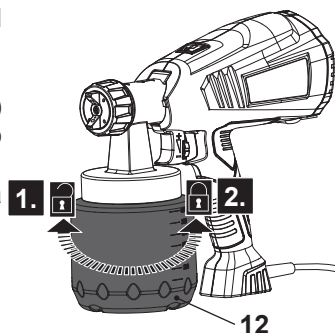

Fig. 1.
- > Desenrosque el recipiente de pintura (12) del soporte del recipiente de pintura (8) (Fig. 1, paso 1).
- > Vierta la pintura en el recipiente de pintura (12) hasta la línea de marcado de 800 ml como máximo.
- > Vuelva a colocar el recipiente de pintura (12) en la tapa de la pistola y ajústelo (Fig. 1, paso 2).